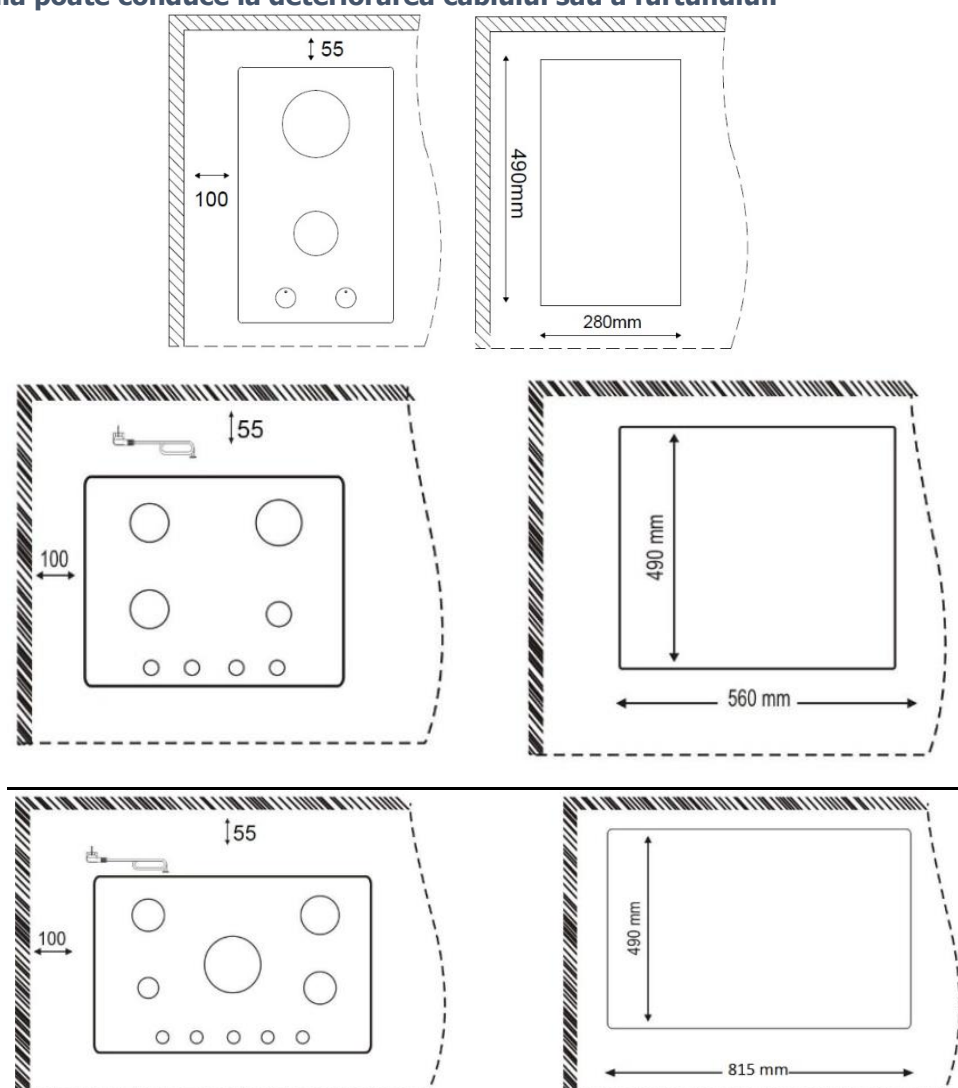

Figura 2
- ❖ Plita este destinată pentru a fi instalată pe un blat de bucătărie. Realizați instalarea precum este exemplificat în manual (Figura 2 și Figura 3).